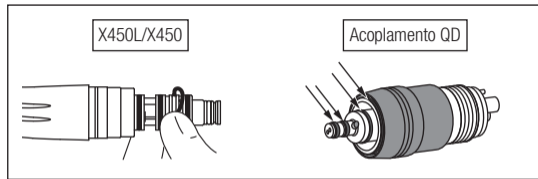

Fig. 15
- 2) Com a mão retire com cuidado cada anel vedante. (Fig. 15)